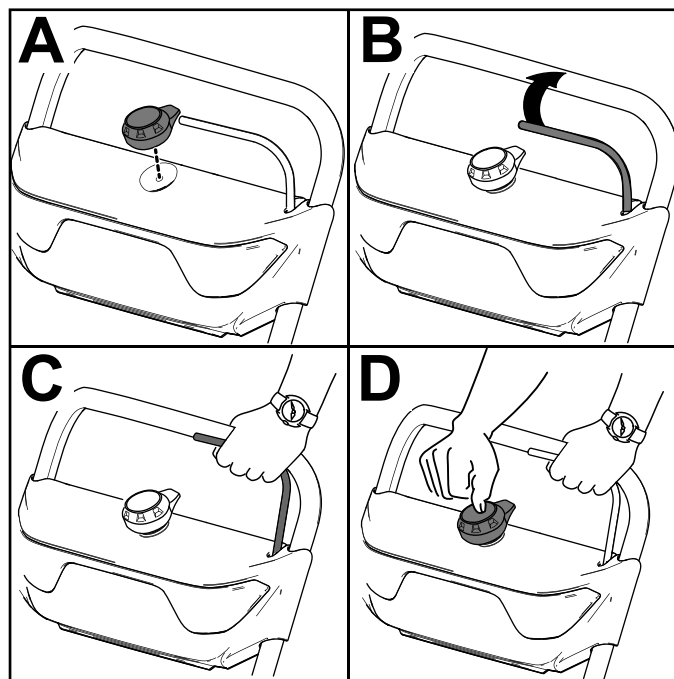

図 11
2. 電気始動ボタンを電気始動装置に挿入する 図 11のA。
3. ベイルを握ってハンドルの所で保持する 図 11のBとC。
4. モーターが始動するまで電気始動ボタンを押す 図 11の。